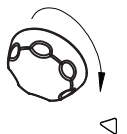

Fig. 8
- Mantenere pulito il tubo di drenaggio (Fig. 8) nel comparto frigorifero in modo che non si riempia d'acqua.